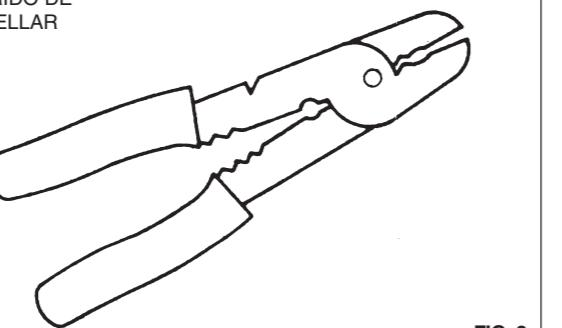

FIG. 3
G) Manteniendo la polaridad correcta, una los conectores de culata a los cables usando la herramienta recomendada (fig. 3).
G) Sertissez les connecteurs bout-à-bout sur les fils au moyen de l'outil recommandé (fig. 3) en veillant à maintenir la polarité correcte.